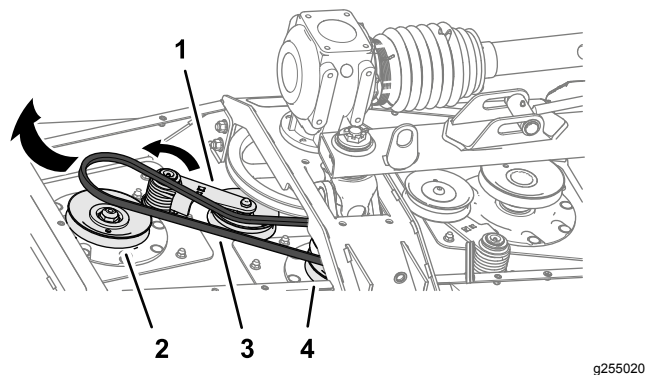

Figura 60
3. Utilize uma barra disjuntora ou ferramenta semelhante para rodar o tensionador da correia da correia curta no sentido contrário ao dos ponteiros do relógio e retire a correia da polia do tensionador (**Figura 60**).